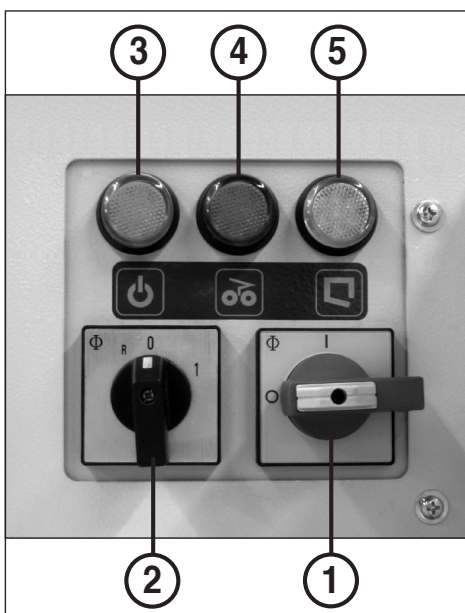

fig. 7
- Conectar el interruptor principal (1) (posición "1").
- Conmutar el conmutador giratorio (2) a la posición "1" (fig. 7).
ELEMENTOS DE MANEJO (Fig. 7):